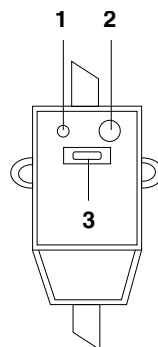

Рис. 6
| Индикация отсутствует  | Сработала защита УЗО  | Протестируйте УЗО, нажав кнопку «test». В случае, если УЗО прошло тестирование, нажмите на кнопку (3) перезапуска. В случае, если тестирование не проходит, свяжитесь со специалистами по техническому обслуживанию для осуществления ремонта (см. рис. 6) |